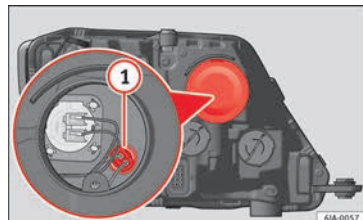

Abb. 89 Glühlampe für Standlicht austauschen
- Nehmen Sie die Schutzkappe » Abb. 89 ab.
- Ziehen Sie die Fassung » Abb. 89 ① nach außen ab.